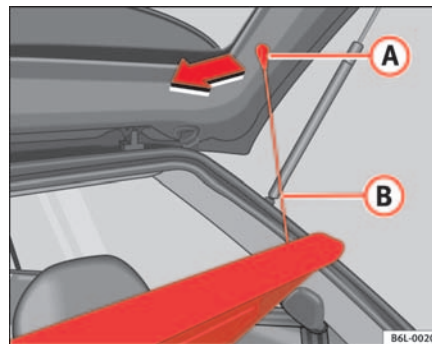

Abb. 89 Hutablage
- Die Streben ⇒ Abb. 89 **B** aus den Aufnahmen **A** aushängen